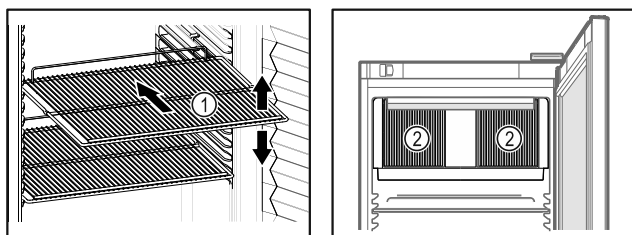

Fig. 62 Eksempelfremstilling Fig. 63
- Hvis oppbevaringshyllene Fig. 62 (1) kan flyttes, juster etter høyden.